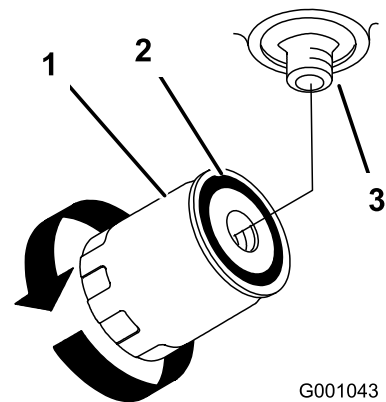

図 76
4. オイルフィルタを外し、フィルタのアダプタのガスケットの表面をきれいに拭く（図 76）。
7. ガスケットがアダプタに当たるまで手でねじ込み、そこから更に 1/2 回転増し締めする（図 76）。